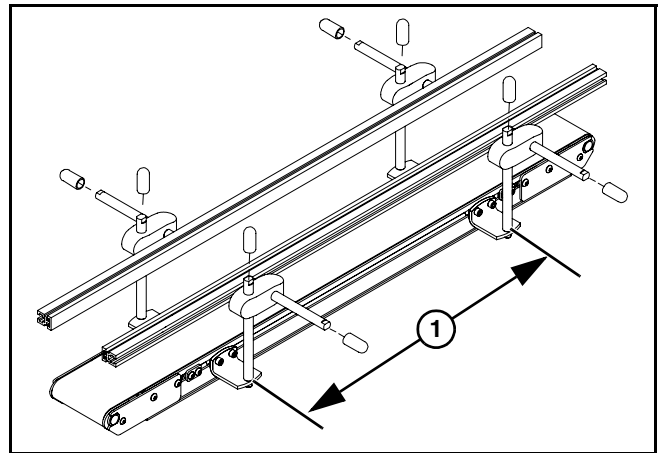

Figure 19
2. Separe uniformemente las barras en T a ambos lados del transportador a distancias no superiores a 36 in. (915 mm) (**Figure 19, ítem 1**). Instale las abrazaderas de montaje y las guías según sea necesario.